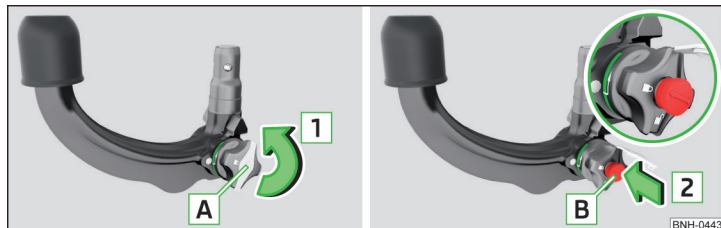

Abb. 122 Kappe vom Schloss abnehmen / Schlüssel in das Schloss stecken
- Die Kappe **A** vom Schloss in Pfeilrichtung **1** **» Abb. 122** abnehmen.